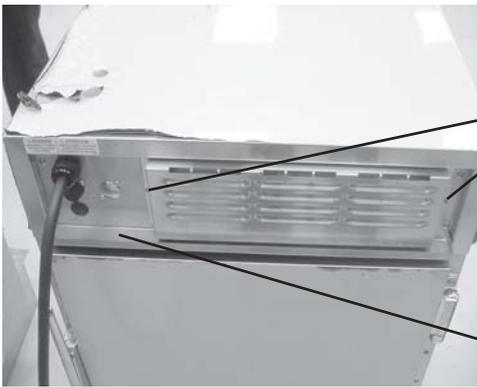

Abbildung 3-5
- Die Konzentrationsring-Baugruppe aus der Wasserwanne nehmen. Siehe Abbildung 3-5.